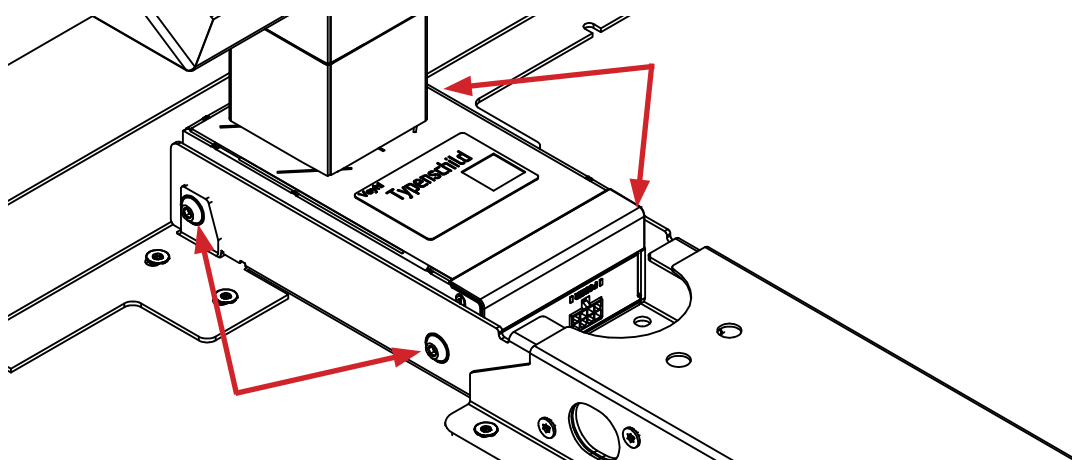

Abbildung 3: Detailansicht Tischgestellmontage mit Teleskoptraverse
- 6. Schieben Sie die teleskopierbare Traverse auf den auskragenden Teil der Hubsäule und verbinden Sie das Motorverbindungskabel vom Steuergerät mit dem Anschluss in der Hubsäule. Die Seiten der Traverse sollten zwischen Hubsäule und Plattenträger liegen, wie in Abbildung 3 dargestellt. Richten Sie die Bohrungen von Traverse, Plattenträger und Hubsäule präzise aus.
- 7. Befestigen Sie den Plattenträger, die Traverse an der Hubsäule mit den beiliegenden M6x16 Schrauben an den Verbindungspunkten, zu sehen in Abbildung 3.
säule. Die Seiten der Traverse sollten zwischen Hubsäule und Plattenträger liegen, wie in Abbildung 3 dargestellt. Richten Sie die Bohrungen von Traverse, Plattenträger und Hubsäule präzise aus.
6. Verschrauben Sie den Plattenträger, die Traverse und die Hubsäule mit den mitgelieferten M6x16 Schrauben mit den Verbindungsplatten. Sehen Sie Abbildung 3.
- Sie benötigen: 2x Plattenträger, 2x Verbindungsplatte, 8x M6x16 Schrauben, 4x M6-Mutter und 4x Unterlagsplatte (1).